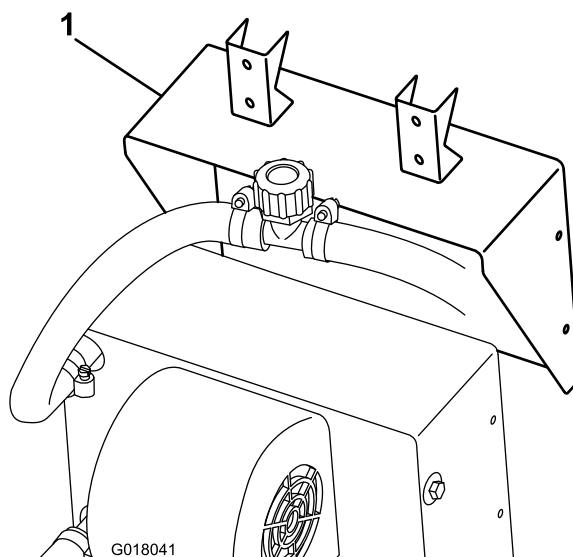

Figure 15
- Fixez le support de chauffage au chauffage avec les vis fournies avec le chauffage (Figure 15).